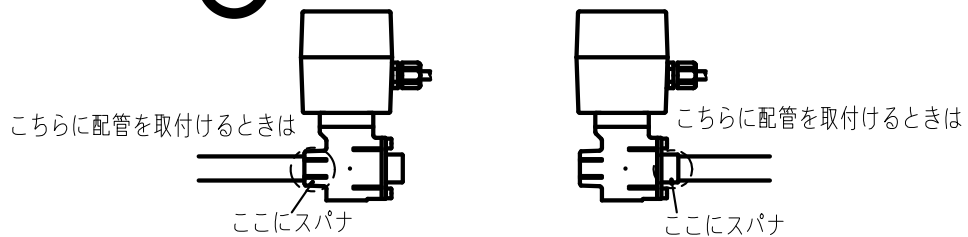
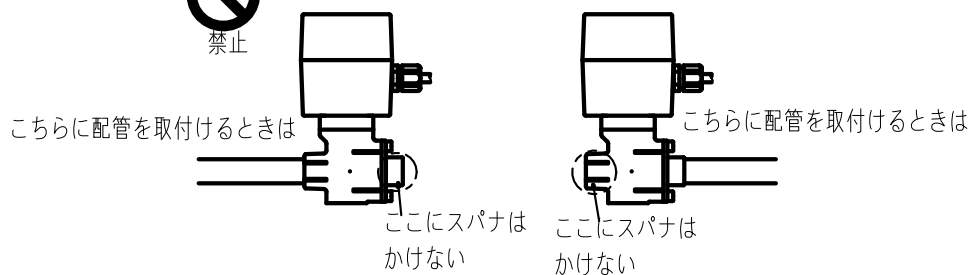

図 1
図 2
(6) アクチュエータに無理な荷重を掛けたり、作業時に足場には絶対にしてしないでください。漏れや故障発生の原因となります。
(7) 配管作業終了後のフラッシング処置中、バルブの開閉は絶対に行わないでください。バルブの開閉を行うと、配管中のゴミ・異物等によりシート部を損傷し内部漏れ発生の原因となります。
(8) 保温材などでバルブの保温を行う場合は、バルブ本体の空気穴をふさがらないでください。
(9) バルブ本体を万力等で加えないでください。万力等で加えるとバルブ本体を破損させる恐れがあります。
(10) バルブの配管取付けは、図1の通り、配管側のスパナ掛けを使用してください。図2のように反対側のスパナ掛けを使用し締付けると、バルブ本体に荷重が掛かり、バルブを破損させる恐れがあります。